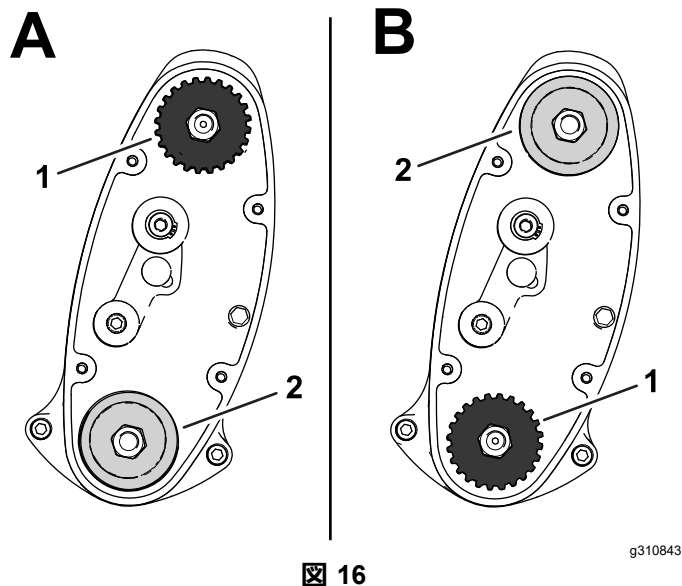

図 16
- 高速位置: “A” 図 16
- 低速位置: “B” 図 16